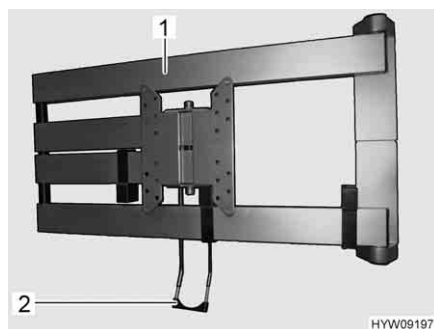

Fig. 81 Braccio snodato (raffigurato senza schermo piatto)
- Tirare la staffa di sbloccaggio (Fig. 81,2). Il braccio snodato (Fig. 81,1) è sbloccato.